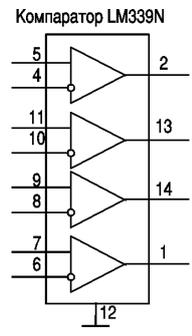

рис. 3
5. Проверить линейку компараторов. Руководствуясь структурной схемой и цоколевкой (рис.3), измерить напряжение на входах и выходах компараторов. Если напряжение неинвертирующего входа больше инвертирующего, то выходное напряжение должно быть